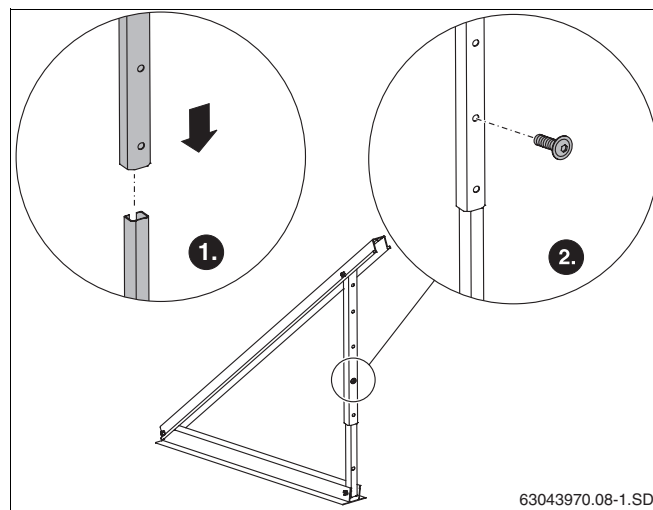

Fig. 11 Connexion des rails télescopiques
- ▶ Insérer les rails télescopiques l'un dans l'autre et les fixer avec une vis M8 × 20 (Fig. 11).